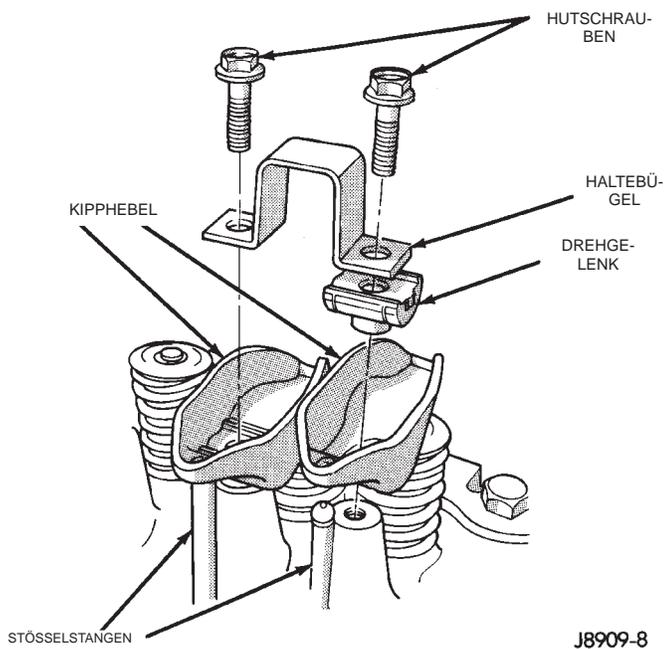

Abb. 33 Kipphebel
- (1) Ventildeckel abbauen (siehe Vorgehen in diesem Abschnitt).
- (2) Kipphebelausrichtung zu den Ventilschaftenden prüfen.
- (3) Hutschrauben an den Haltebügeln und Drehgelenken herausdrehen (Abb. 33). Hutschrauben abwechselnd um je eine Umdrehung losschrauben, damit die Haltebügel nicht beschädigt werden.
- (4) Haltebügel, Drehgelenke und zugehörige Kipphebel demontieren (Abb. 33) und in der Reihenfolge des Ausbaus ablegen.
- (5) Stößelstangen ausbauen und in der Reihenfolge des Ausbaus ablegen.